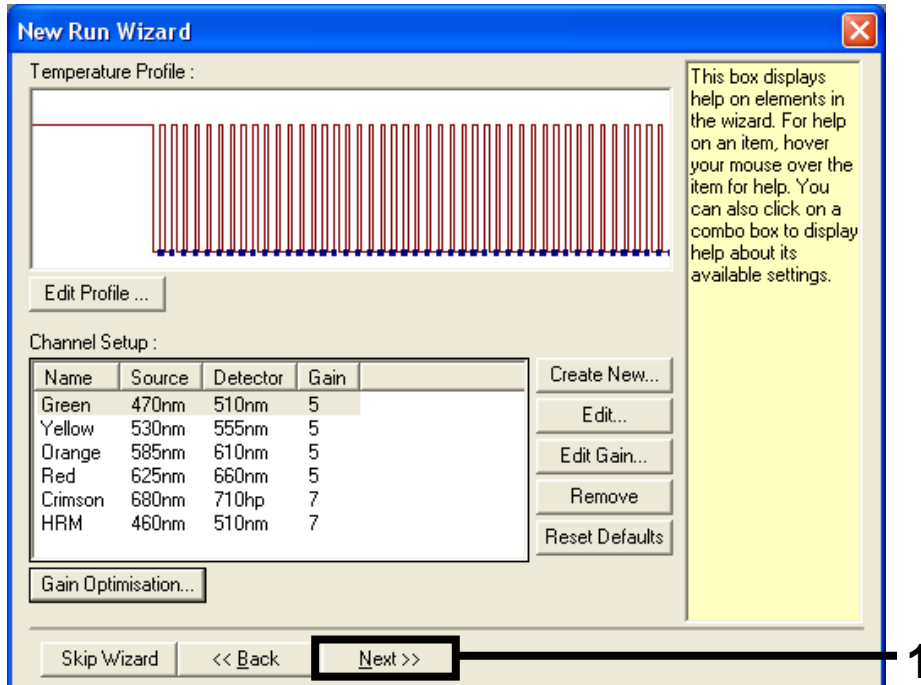

Abbildung 35. Temperaturbearbeitungsfenster des Dialogfelds „New Run Wizard“ (Assistent für neue Läufe) [1 = Schaltfläche „Next“ (Weiter)]
4. Im nächsten Fenster kann das Temperaturprofil bearbeitet werden. Wenn das Temperaturprofil gemäß der Anleitung unter „Protokoll: Erstellen eines Temperaturprofils“ auf Seite 60 erstellt wurde, ist keine Bearbeitung notwendig. Klicken Sie auf „Next“ (Weiter) (siehe Abbildung 35).